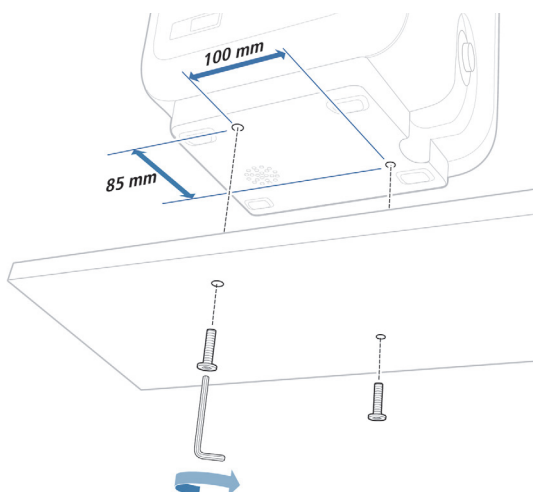

Figura 3-1. Posicionar os parafusos nos furos para conectar o respirador
1. Faça os furos necessários para os parafusos (6,6 a 7,0 mm de diâmetro) nas superfícies, conforme necessário. A Figura 3-1 contém especificações relativas ao posicionamento.